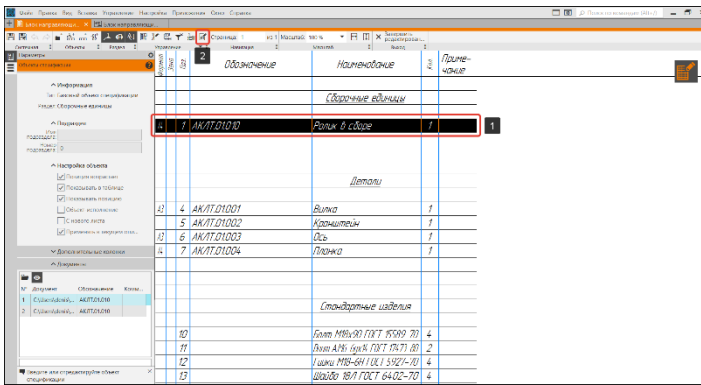

Рисунок 407 – Команда «Редактировать состав объекта»
- Подсветим строку объекта, который будет сопряжен с чертежом (1) и на панели «Управление» выберем команду «Редактировать состав объекта» (2) (Рисунок 407);